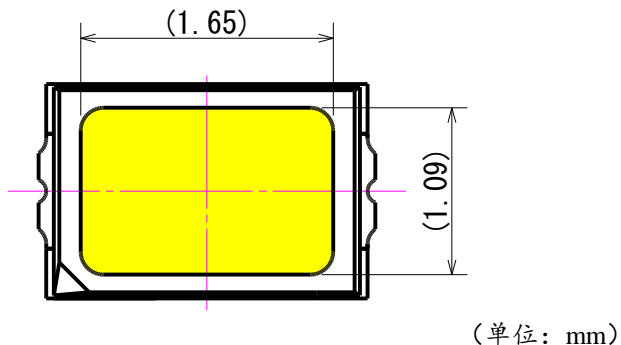

图3. 发光面尺寸
2) 请不要使用直径/边长小于发光面尺寸 (1.65mm×1.09, 如图3所示) 的吸嘴, 否则可能对发光面造成损伤, 引起LED不亮。作为参考, 各种吸嘴的吸附状态如图4所示。